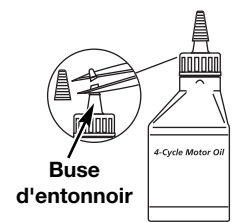

Fig. 1
1. Dévisser le bouchon de la bouteille d'huile et retirez le papier couvrant l'ouverture. Remplacez le bouchon. Coupez la pointe de la buse de l'entonnoir (Fig. 1).